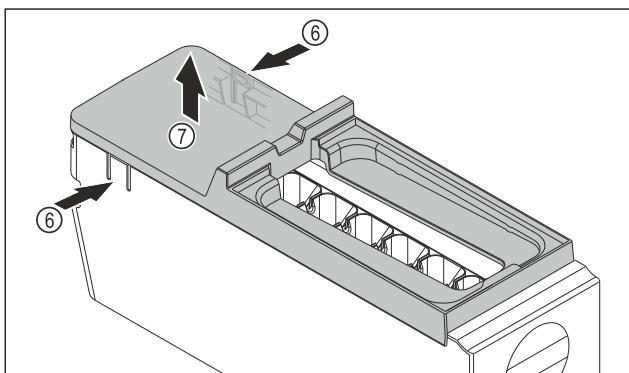

Fig. 83
- Изваждане на капака на корпуса на EasyTwist-Ice: Натиснете езичетата Fig. 83 (6) от двете страни на корпуса на EasyTwist-Ice с една ръка.
- С другата ръка извадете капака Fig. 83 (7) нагоре.